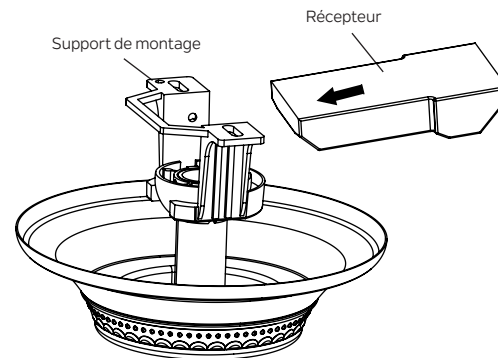

Fig. 13
Étape 1. Insérez le récepteur dans le support de montage et maintenez-le à plat face au plafond. (Fig.13)